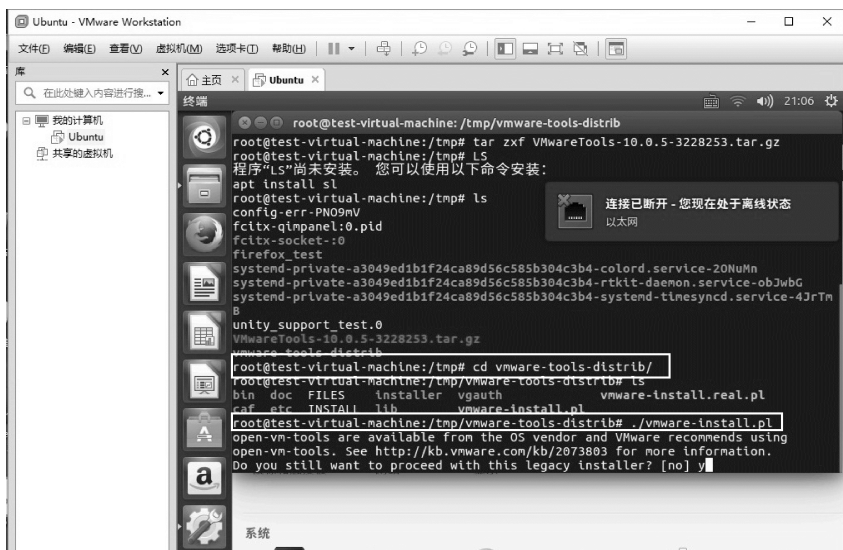

图 12-28 开始安装 VMware Tools
(4) 进入到解压后的安装包目录，使用命令“./vmware-install.pl”，开始安装 VMware tools，如图 12-28 所示。一直按【Enter】键，直到提示安装成功。Reboot 后，通过“复制、粘贴”操作即可实现虚拟机与主机之间的文件相互复制。